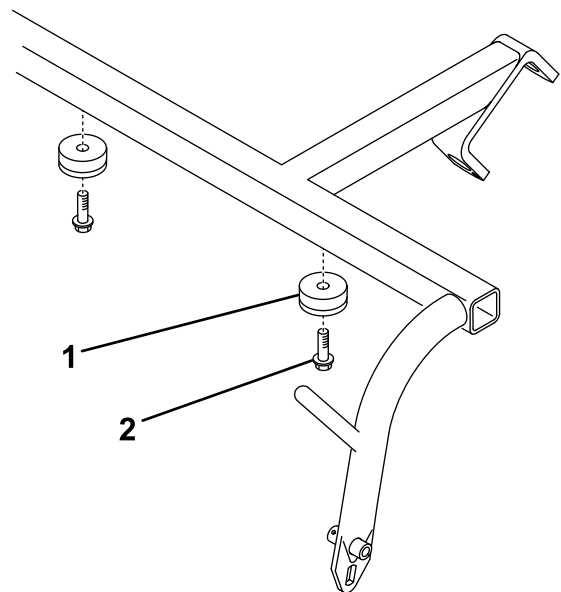

图3
5. 用 2 个自攻螺丝将 2 个缓冲器固定到牵引架的下侧（图3）。